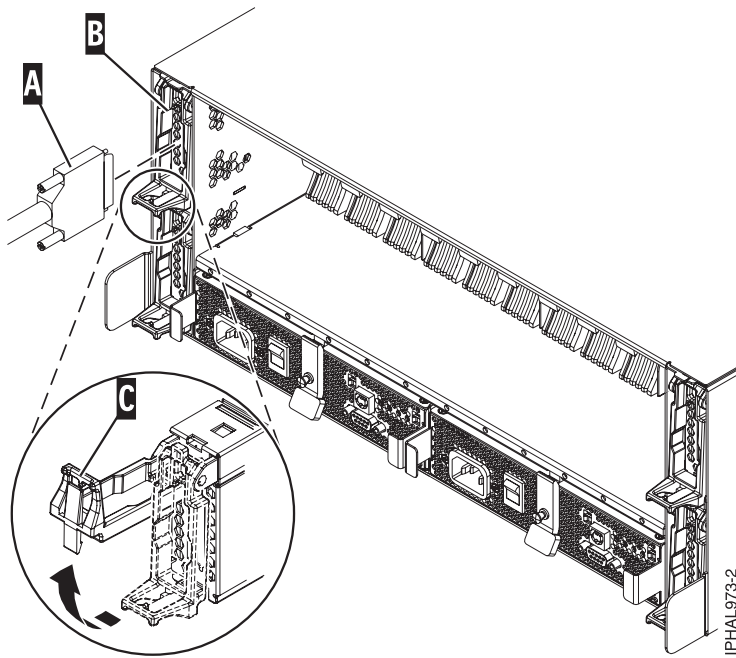
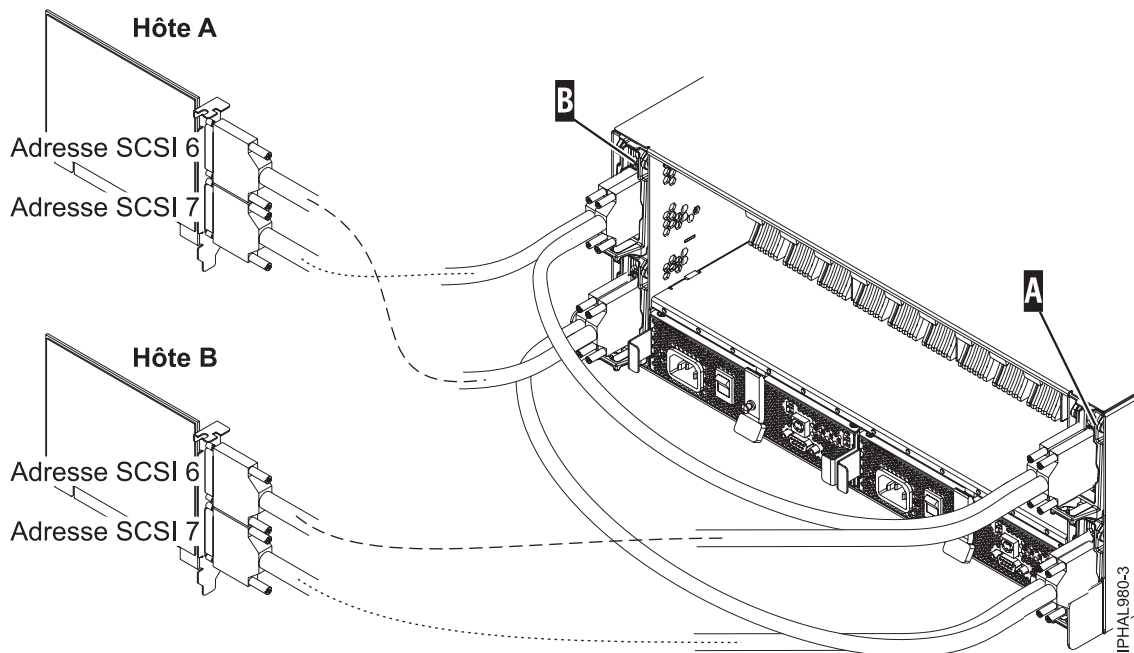
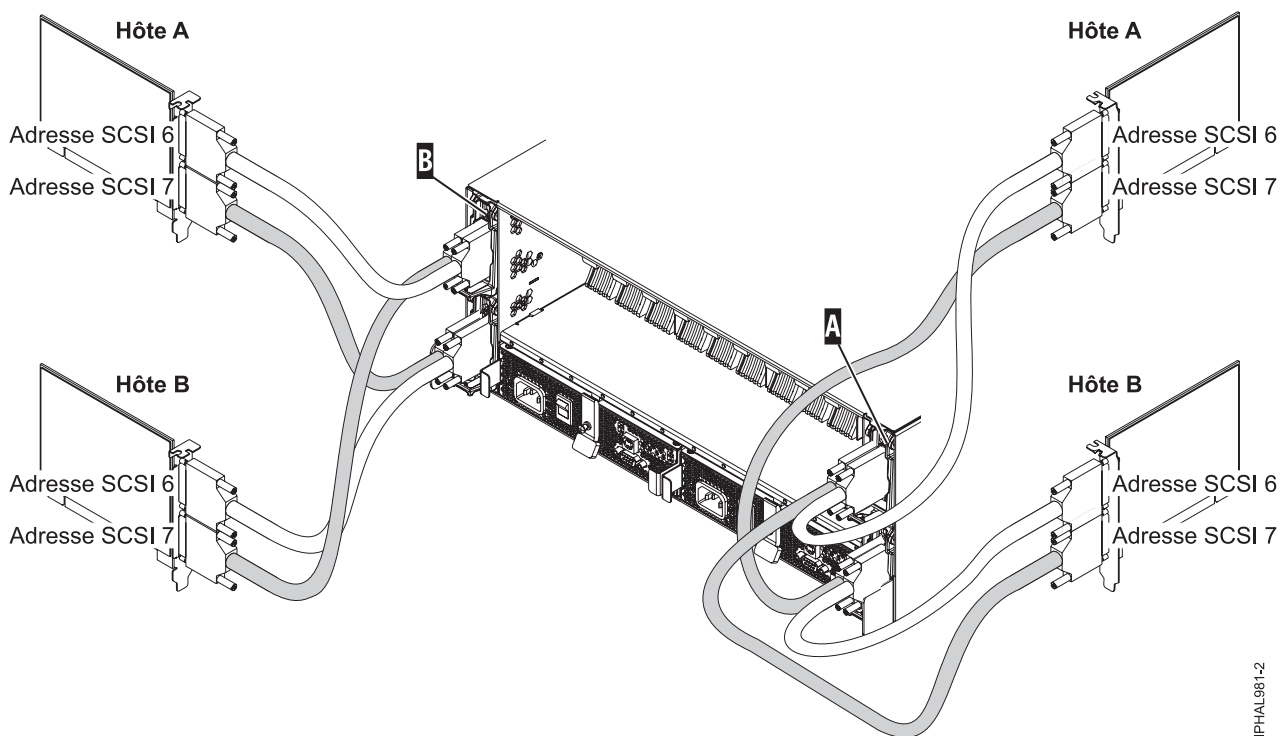

Figure 16. Câble SCSI relié à la carte répéteur simple
Figure 17. Câble SCSI reliant la carte répéteur double à deux cartes SCSI
Figure 18. Câble SCSI reliant la carte répéteur double à quatre cartes SCSI
- Si vous utilisez exclusivement des cartes répéteurs simples ou doubles, branchez le câble SCSI **A** à la carte répéteur **B**. Pour plus de détails, consultez figure 16, figure 17, à la page 42 ou figure 18, à la page 42 selon votre situation.